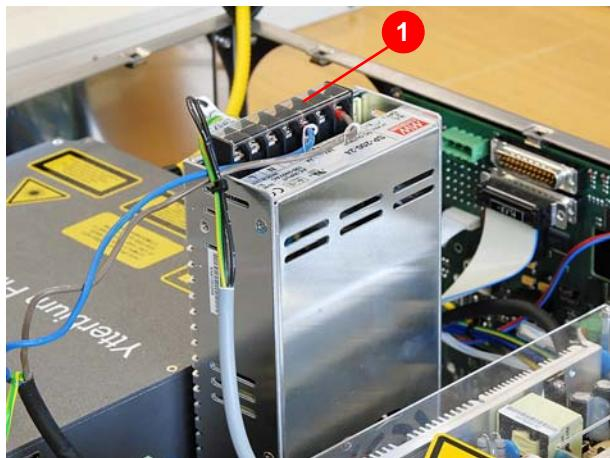

Abbildung 8.40 Berührungsschutz
24. Berührungsschutz (1) (Abbildung 8.40) über den Anschlußklemmen des Netzteils -G1 entfernen.